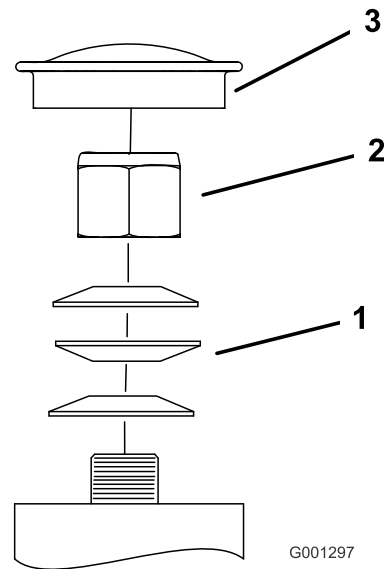

Figura 66
3. Retire el tapón guardapolvo de la rueda giratoria y apriete la contratuerca (Figura 66).
4. Apriete la contratuerca hasta que las arandelas de muelle estén planas, luego afloje 1/4 de vuelta para establecer la pre-carga correcta de los cojinetes (Figura 66).
Importante: Asegúrese de que las arandelas de muelle están correctamente instaladas, según se muestra en Figura 66.
5. Coloque el tapón anti-polvo (Figura 66).